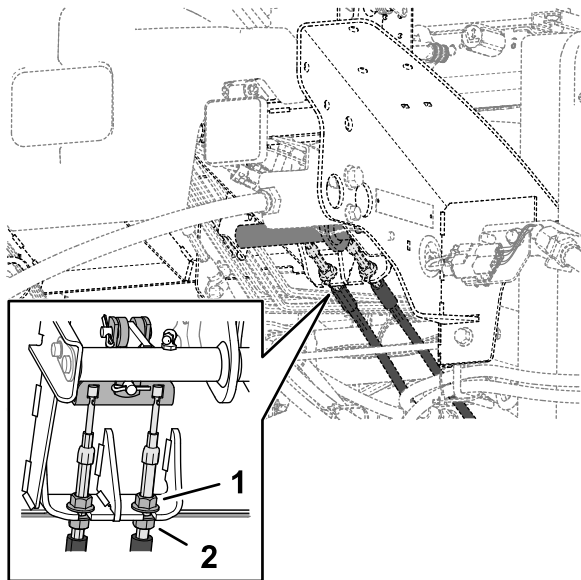

图 113
5. 要减少刹车踏板的自由行程应松开每根刹车拉线螺纹端的前锁紧螺母 图 113。